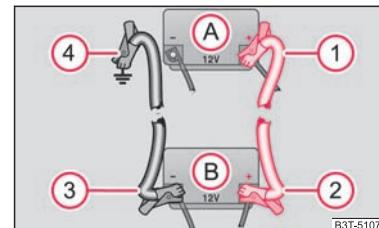

Abb. 201 Starthilfe mit der Batterie eines anderen Fahrzeugs: A – entladene Fahrzeugbatterie, B – stromgebende Batterie
- Befestigen Sie ein Ende **1** ⇒ Seite 245, Abb. 201 am Pluspol der entladenen Batterie **A** ⇒ Seite 245, Abb. 201.